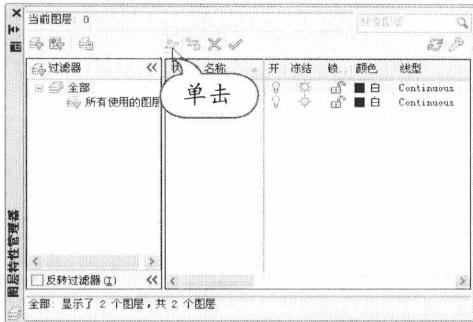

图 1-34 新建图层
**STEP 01** 新建图层。打开随书光盘原始文件，在菜单栏中执行“格式>图层”菜单命令，在“图层特性管理器”选项板中单击“新建图层”按钮，如图 1-34 所示。